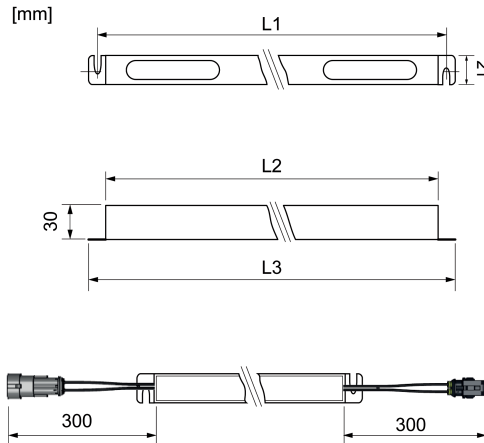

Figure 3: Schéma coté [mm]
- Préparer des trous de perçages dans la rainure pour fixer la lampe. Consulter le schéma coté pour déterminer l'écart des trous de perçages (Figure 3).